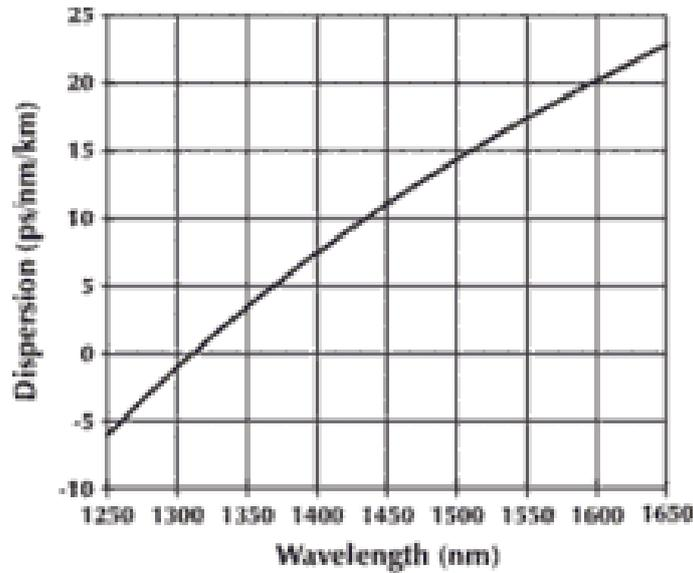

Figure 7 : Dispersion chromatique de la fibre monomode SMF-28 de Corning
- de la dispersion chromatique  $D(\lambda)$  (Cf. figure 7), somme de la dispersion due au matériau (*material dispersion*) et de la dispersion due au fait qu'une partie du rayonnement se propage dans la gaine d'indice plus faible que le cœur (*waveguide dispersion*). La dispersion due au matériau est reliée à la variation de l'indice  $n(\lambda)$  (Cf. figure 8) en fonction de la longueur d'onde, c'est la dérivée seconde